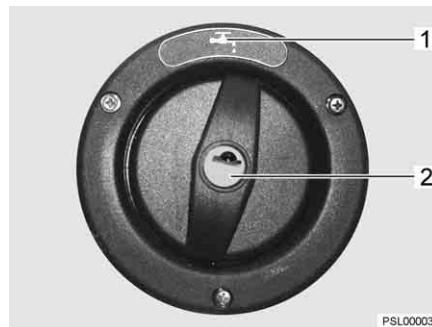

Fig. 6 Couvercle de fermeture du bec de remplissage d'eau fraîche
- ▷ Le bec de remplissage d'eau fraîche est désigné par le symbole "☕" (Fig. 6,1).
- Insérer la clé dans le barillet (Fig. 6,2) et la tourner dans le sens inverse des aiguilles d'une montre.